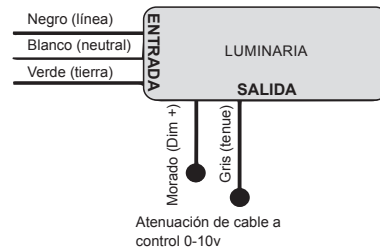

Figura 2
9. Conecte el cable de conexión a tierra con el cable de conexión a tierra de alimentación, el cable negro al cable de alimentación negro y el cable blanco (común) al cable de alimentación blanco utilizando una tuerca para cables u otro conector (no incluidos). Ver **Figura 2**